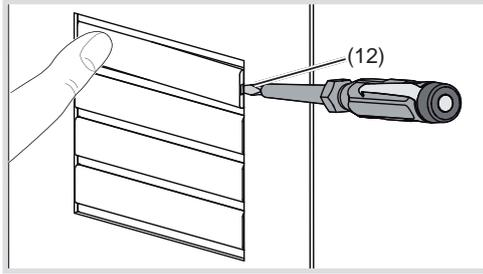

Figura 5: sostituzione della targhetta nome
- Tenere premuti i tasti di chiamata su un lato. Sul lato di fronte, l'apertura a lea (12) diventa accessibile per un cacciavite.
- Inserire il cacciavite nell'apertura a lea (12) e svitare l'arresto (figura 5).